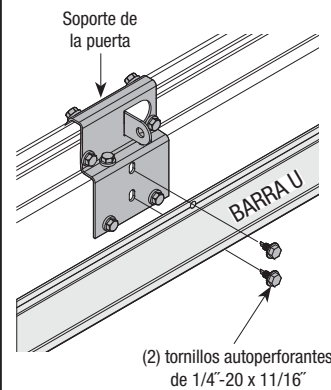

FIG. 1.3
Instalar el soporte de la puerta con tornillos autoterrajantes de 1/4"-14 x 5/8", como se muestra en la FIG. 1.4. Reinstalar la barra U con dos (2) tornillos autopercutores de 1/4"-20 x 11/16" a través del soporte de la puerta, como se muestra en la FIG. 1.3. Concluir la reinstalación de la barra U con los tornillos autoterrajantes retirados anteriormente.